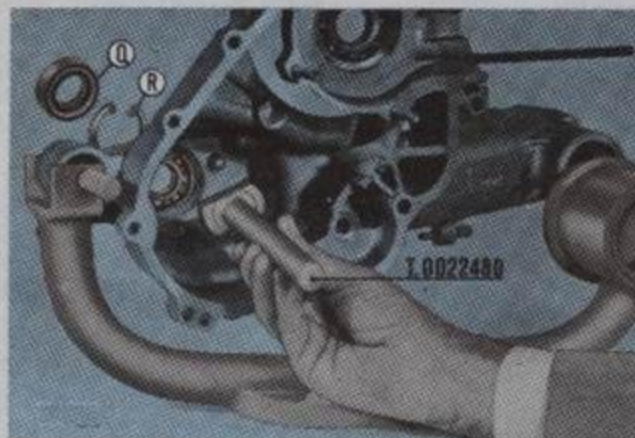

Fig. 36
**Fig. 36. Retén, anillo elástico y cojinete de bolas eje engranaje cambio:** Quitar con un destornillador el retén de aceite «Q», con los alicates T. 0022465 el anillo elástico «R» y con el puntero T. 0022480 expulsar el cojinete de bolas eje engranaje cambio.